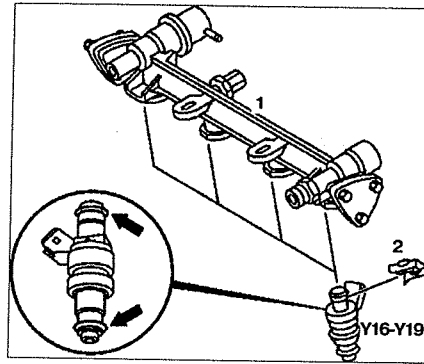

Рис. 2.134. Снятие форсунок:
7. Снимите фиксатор 2 (см.рис. 2.134).